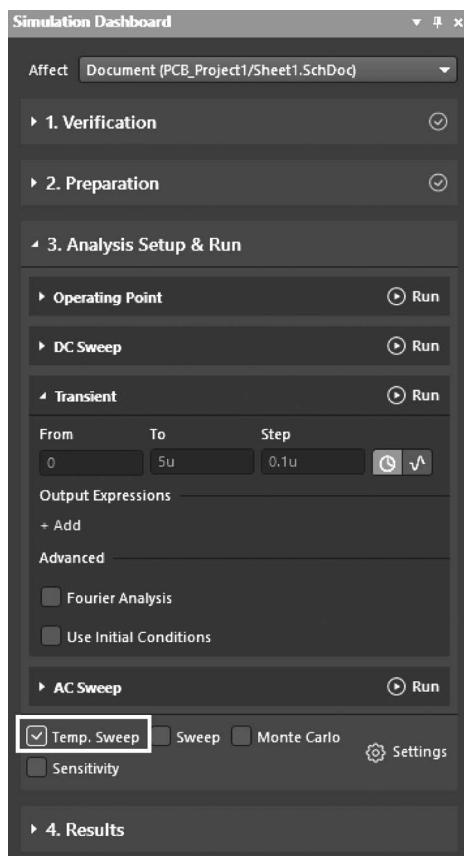
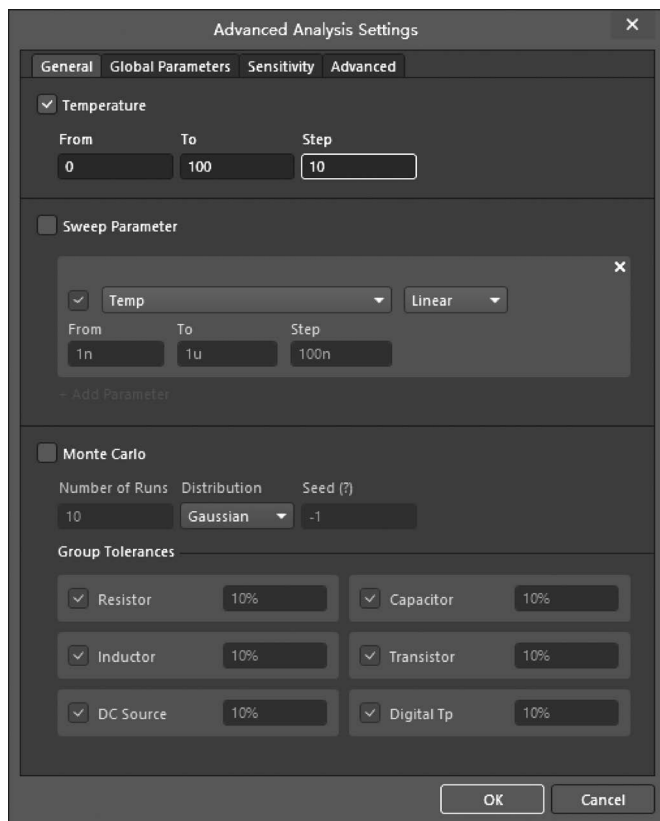

图 3-62 设置瞬态和温度分析参数
图 3-63 设置温度扫描分析参数
(1) 在 AD 软件主界面菜单下选择 Simulate→Simulation Dashboard 命令。
(2) 打开如图 3-62 所示的 Simulation Dashboard 界面,按下面参数设置:
① 在“1. Verification”中单击 Start Verification 按钮进行电路检查,检查通过后 Electrical Rule Check 和 Simulation Models 标识为绿色对号。
② 在“2. Preparation”中 Probes 界面单击 Add 按钮选择 Voltage,在网络 OUT 处加入 Probes(探针) V_OUT,用于采集对应网络的时域瞬态波形。
③ 选中 Temp. Sweep 选项,并单击 Settings 按钮进入 Advanced Analysis Settings 窗口,如图 3-63 所示设置温度开始值(From)为 0 度,结束值(To)为 100 度,步进(Step)值为 10 度。